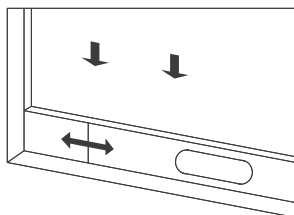
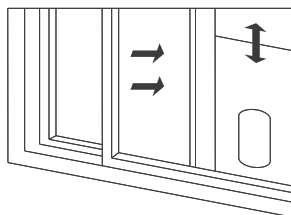

Fig. 2
Fig. 3
1) Entrouvrez la fenêtre et installez l'ensemble de plaque pour fenêtre sur la fenêtre coulissante (voir Fig. 2 et Fig.3). Les éléments peuvent être positionnés à l'horizontale ou à la verticale.